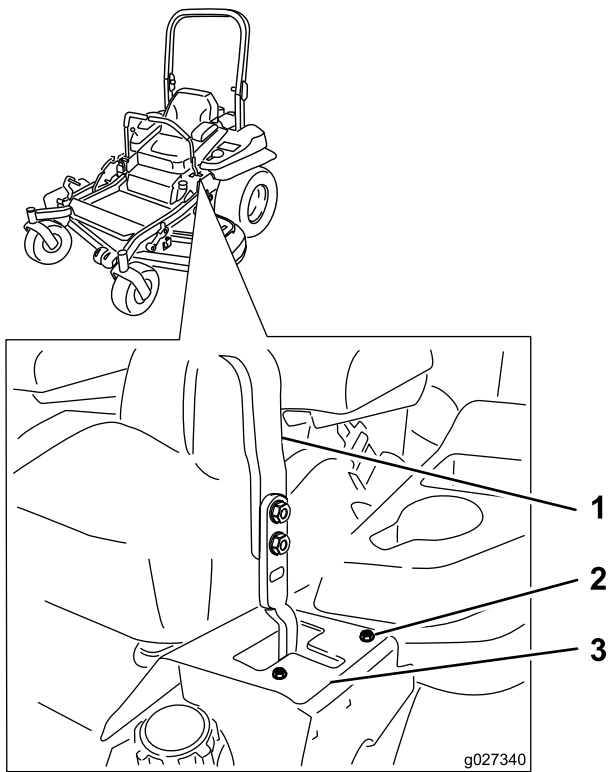

Figure 73
- Si elle se déporte à droite, desserrez les boulons et déplacez la plaque de butée gauche en arrière sur la fente en T gauche, jusqu'à ce que la machine se déplace en ligne droite (Figure 73).
- Si elle se déporte à gauche, desserrez les boulons et déplacez la plaque de butée droite en arrière sur la fente en T droite, jusqu'à ce que la machine se déplace en ligne droite (Figure 73).
- Serrez les boulons de la plaque (Figure 73).